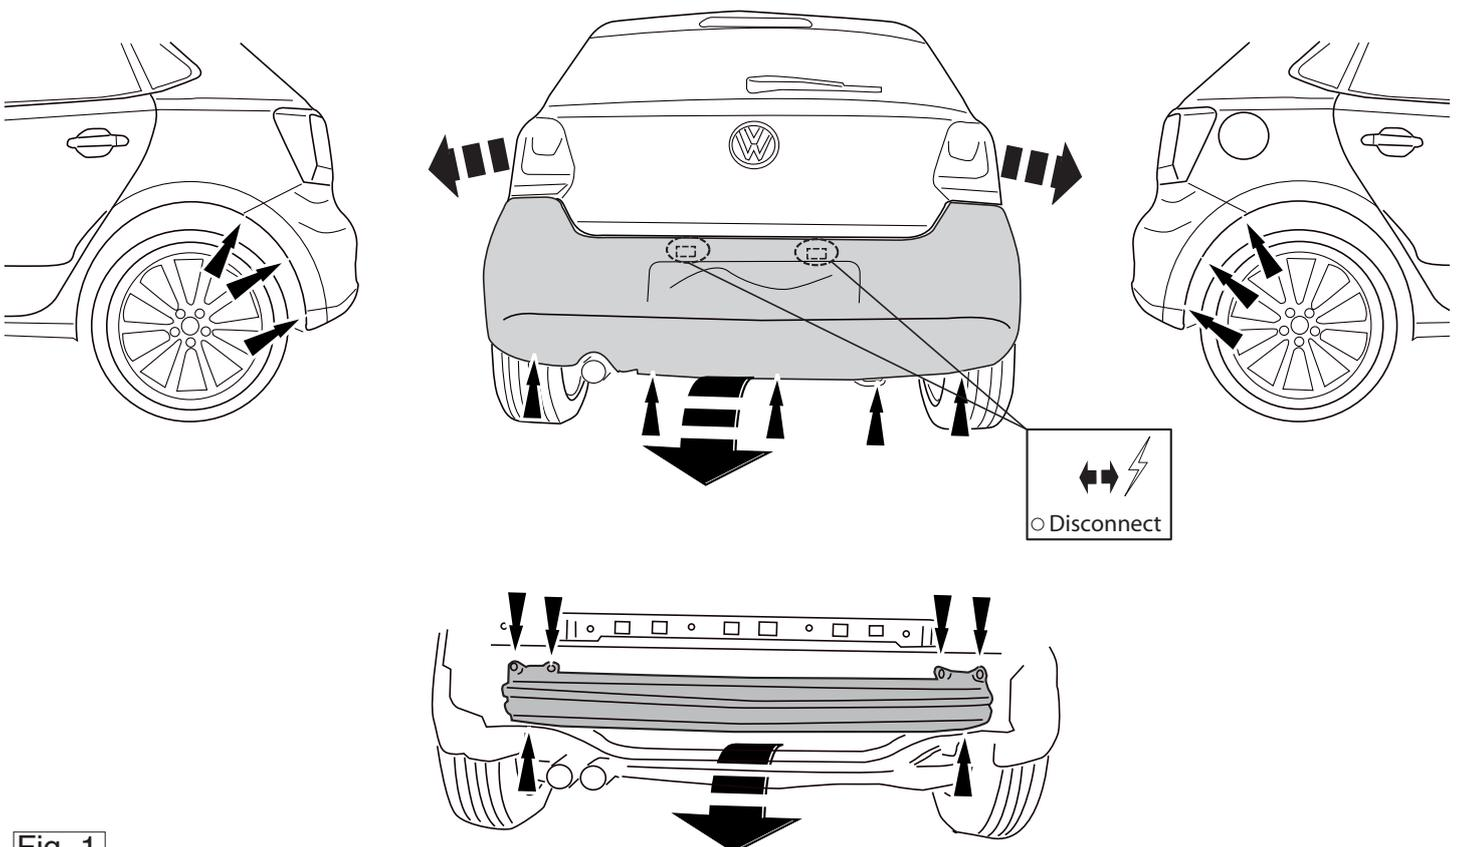

Fig. 1
2. Remove bumper (Torx head screws around each wheel arch, along lower edge of rear panel, beneath each light cluster (light cluster must be removed), and the steel buffer beam from the vehicle. The buffer beam will no longer be needed. Replace the nuts. See figure 1).
2. Снять бампер вместе со стальными брызгами автомобиля брызгами брызг больше не понадобится. Поставить болты на место. См. рисунок 1.
2. Die Stoßstange einschließlich des stählernen Stoßbalkens vom Fahrzeug abmontieren. Der Stoßbalken wird nicht mehr benötigt. Die Muttern wieder anbringen. Siehe Abbildung 1,